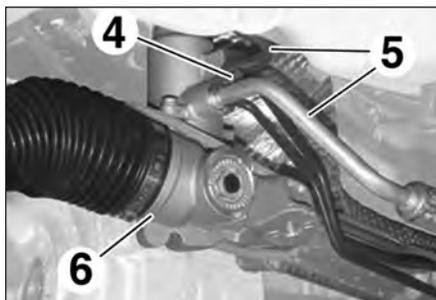

FIG.15
- Déposer la vis (4) des canalisations hydrauliques (5) sur le boîtier de direction (6) (Fig.15).
- Ecarter les canalisations (5) de la valve du boîtier de direction.
- Déposer le boîtier de direction (6).